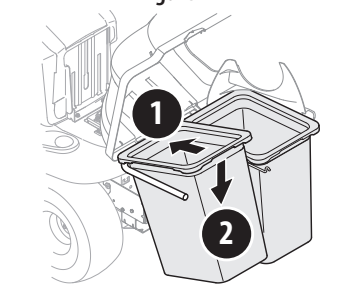

Figure 19
8. Installez les deux sacs à herbe (664-05104) sur leur support en insérant d'abord la partie avant du sac (1) puis la partie arrière jusqu'à ce que chaque sac soit correctement placé sur son support (2). Voir Figure 19.